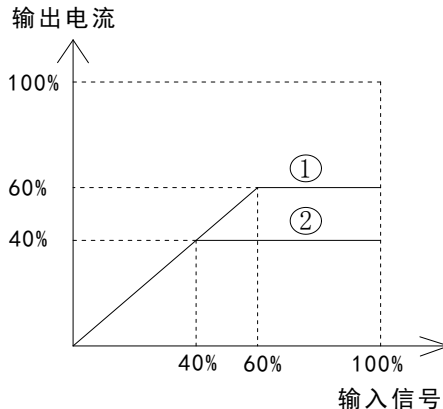

图 10
- 5) 限流特性如图 10 所示。限流有效区间 40%~100% 图 10 中①所示电流限制值是最大电流的 60%; 图 10 中②所示电流限制值是最大电流的 40%。